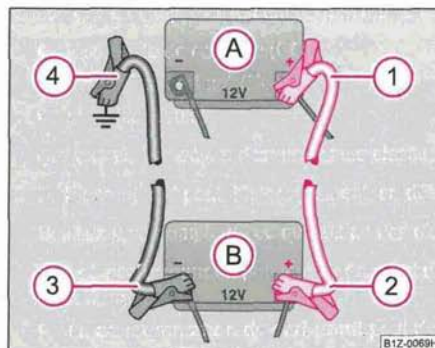

Fig. 207 Démarrage à l'aide de la batterie d'un autre véhicule : A - Batterie déchargée, B - Batterie fournissant le courant
- Fixez une extrémité au pôle positif (1) ⇒ fig. 207 de la batterie déchargée (A).
- Fixez l'autre extrémité au pôle positif (2) de la batterie fournissant le courant (B).